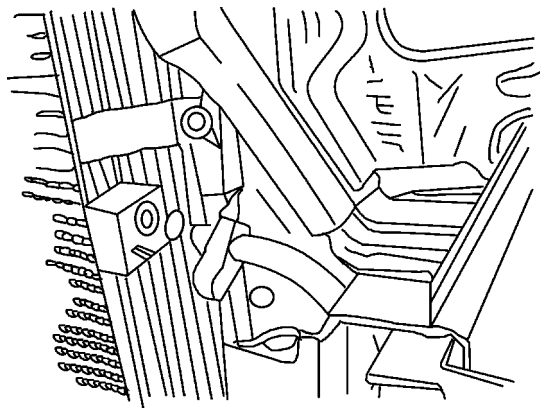

图 5-53 拆卸制冷剂排放软管
- 5) 按照图 5-53 所示, 拆卸冷凝器管板螺母, 拆卸制冷剂排放软管。